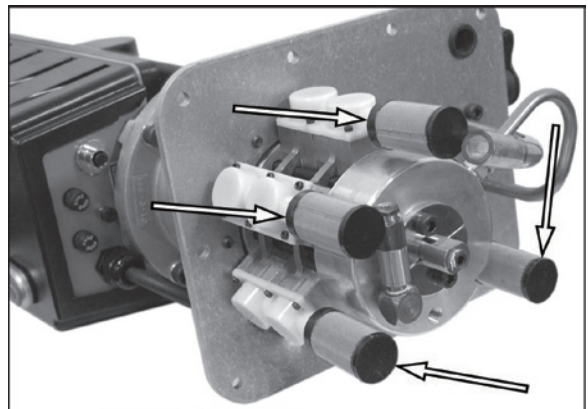

Abbildung 56.
2. Siehe Abbildung 56. Einlassansaugfilter entfernen.